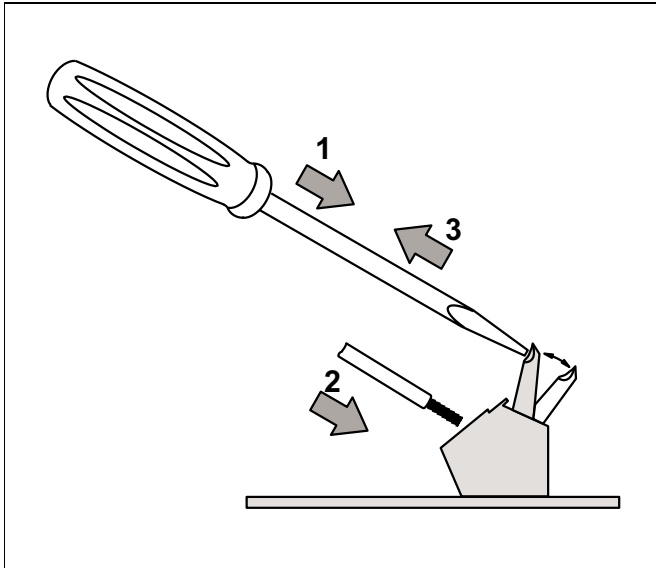

Abb.3 Einführung der Kabel mit schraubenlosen Federklemmen
Handhabung: Durch Druck auf das Federelement (1) kann das abisolierte Kabel (2) eingeführt werden. Den Druck (3) auf das Federelement lösen (Abb. 3).